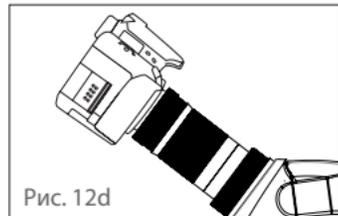

Рис. 12d
4. Установите зеркальную камеру (body- без объектива) на Т-кольцо. – Рис. 12d